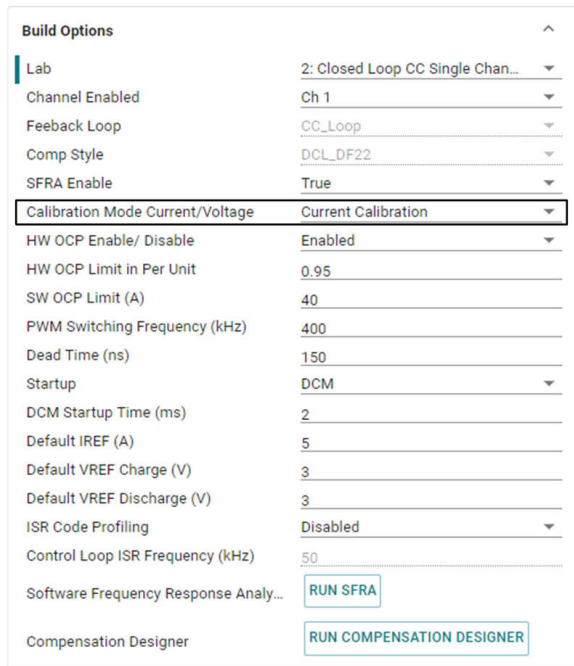

图 3-33. 电流校准的构建选项
4. 打开 SYSCONFIG 页面，选择“Lab 5”，并将 Calibration Mode 设置为 Current Calibration。图 3-33 显示了用于电流校准的 SYSCONFIG 页面设置。